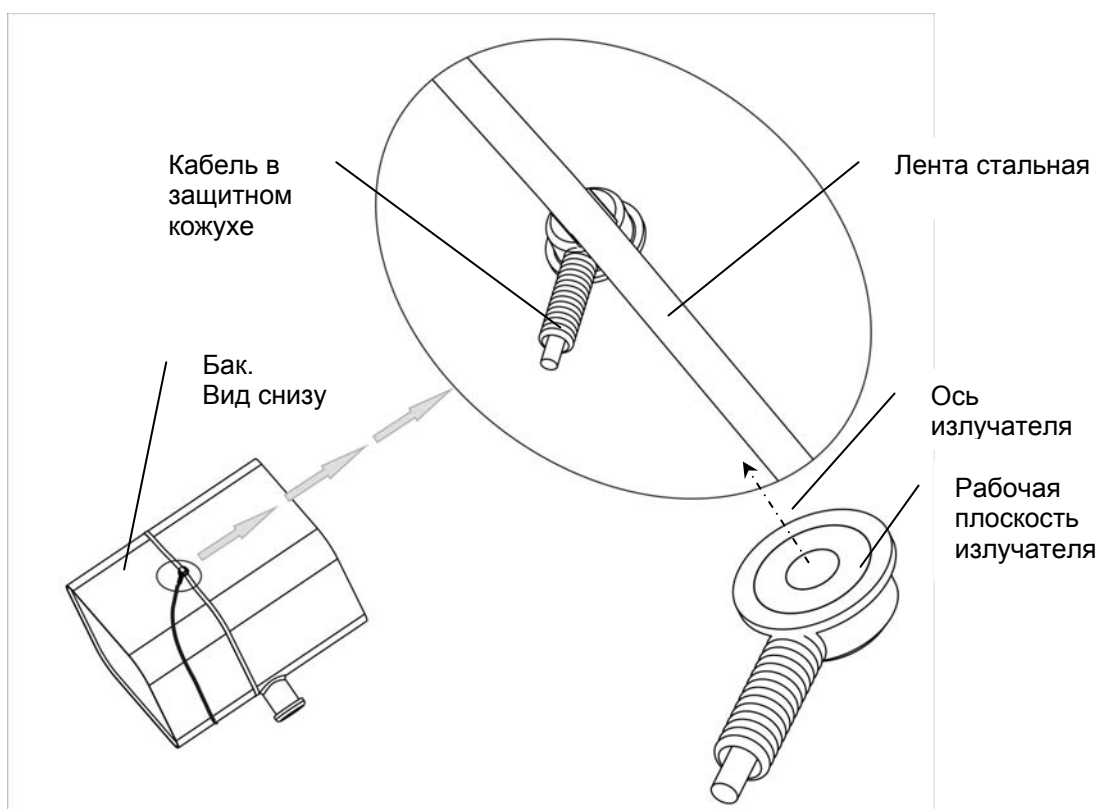

Рисунок 7.
4. Выберите на днище топливного бака 4-5 предполагаемых мест для установки излучателя. Они должны размещаться максимально близко к центру топливного бака. Внутри бака над ними не должно быть внутренних переборок или других деталей (патрубков, поплавков, и т.д.). Убедитесь, что рабочая плоскость излучателя 2 будет расположена горизонтально, т.е. максимально параллельна поверхности топлива в топливном баке, и соответственно, чтобы направление оси излучателя, было насколько возможно близко к вертикальному (рис.7).